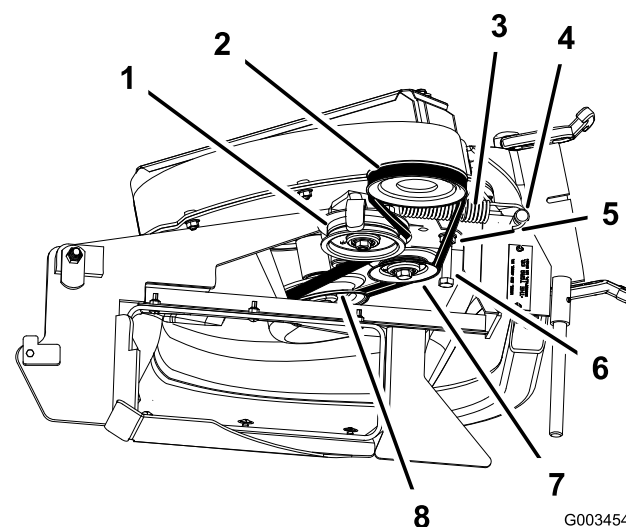

Figura 15
2. En máquinas de 122 cm y 132 cm, afloje el perno-guía de la correa (Figura 15).
3. Instale la correa alrededor de la polea del soplador y de la polea tensora fija (Figura 15).